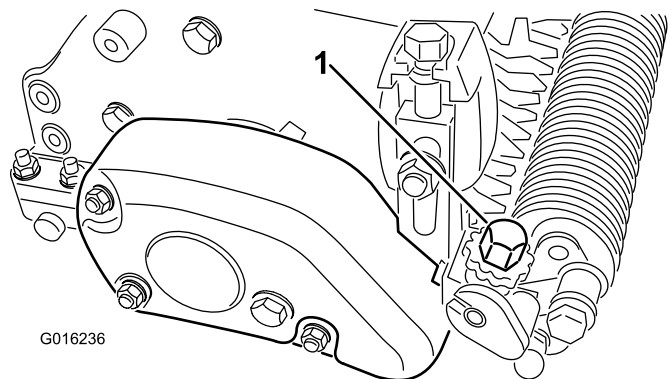

Figura 25
5. En un extremo del eje del groomer, mida la distancia desde la punta más baja de una de las cuchillas del groomer hasta la superficie de trabajo. Gire el pomo de ajuste de la altura del groomer (Figura 25) para elevar o bajar la punta de la cuchilla a la altura de acondicionado deseada. Cada muesca del pomo de ajuste equivale a 0,08 mm aproximadamente de profundidad del groomer.